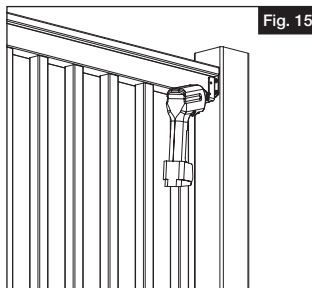

Fig. 15
- Instale los tornillos de cabeza cuadrada #10 de $2\frac{1}{2}$ " (Fig. 15).